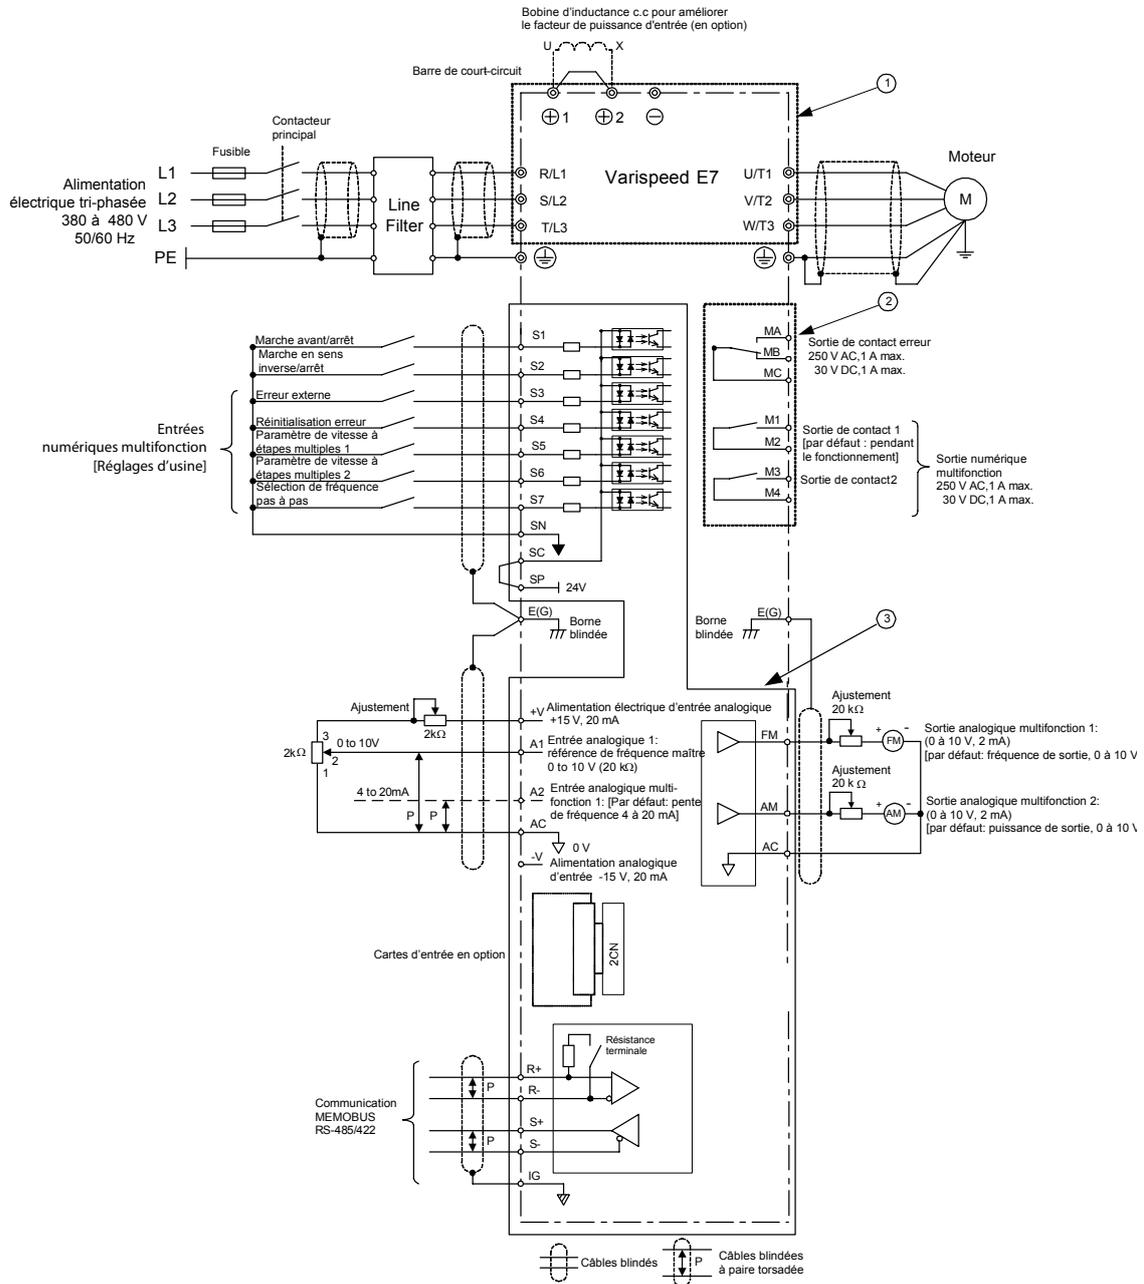

Figure 4 Schéma des principes
1. Dans Figure 4 le raccordement des entrées numériques S1 à S7 est représentée pour la connexion des contacts ou des transistor NPN (commun 0V et mode NPN). Il s'agit de paramètre par défaut. Pour le raccordement des transistors PNP ou pour utiliser une source d'alimentation externe de 24 V, veuillez vous reporter au Tableau 3.